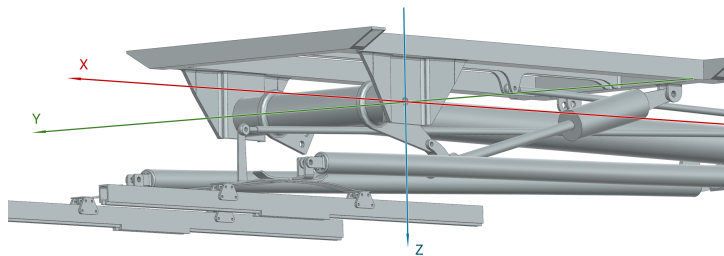

FIGURE 6.1 – Axes absolus à choisir pour la simulation
- Aligner les axes absolus avec le châssis comme présenté en figure 6.1. Ceci assurera que les angles d'Euler sont bien définis sur les axes absolus et vous permet d'utiliser directement le deuxième angle sans traitement mathématique (page wikipedia sur les angles d'Euler). Faites donc bien attention lors que vous commencez l'assemblage.